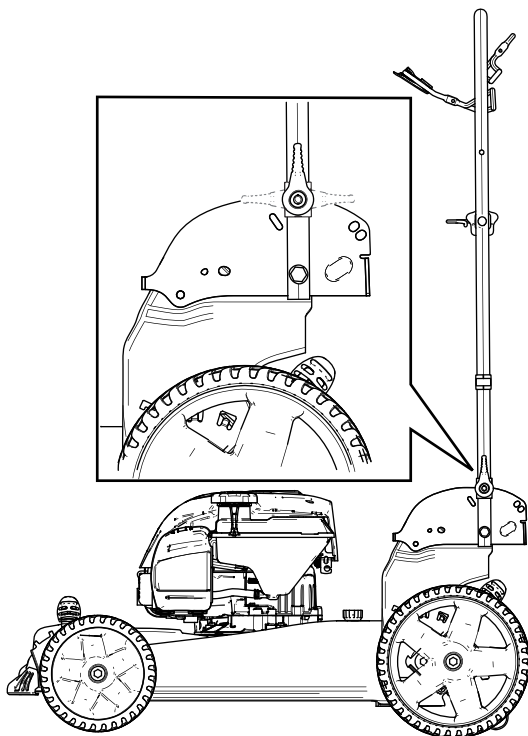

Figura 17
3. Pliegue el manillar hacia adelante, a la posición vertical o a la posición de plegado completo, según se indica en Figura 17.